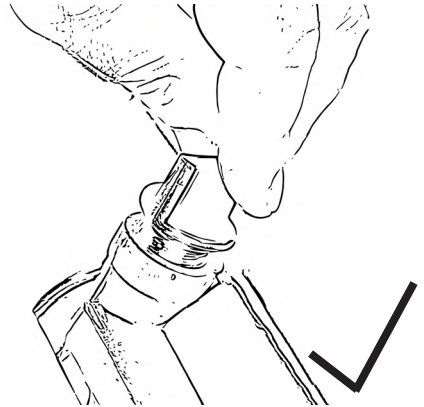

Abbildung 6
- Schrauben Sie die Öleinfüllstopfen mit verbundenen Messstab heraus, Abb. 6.